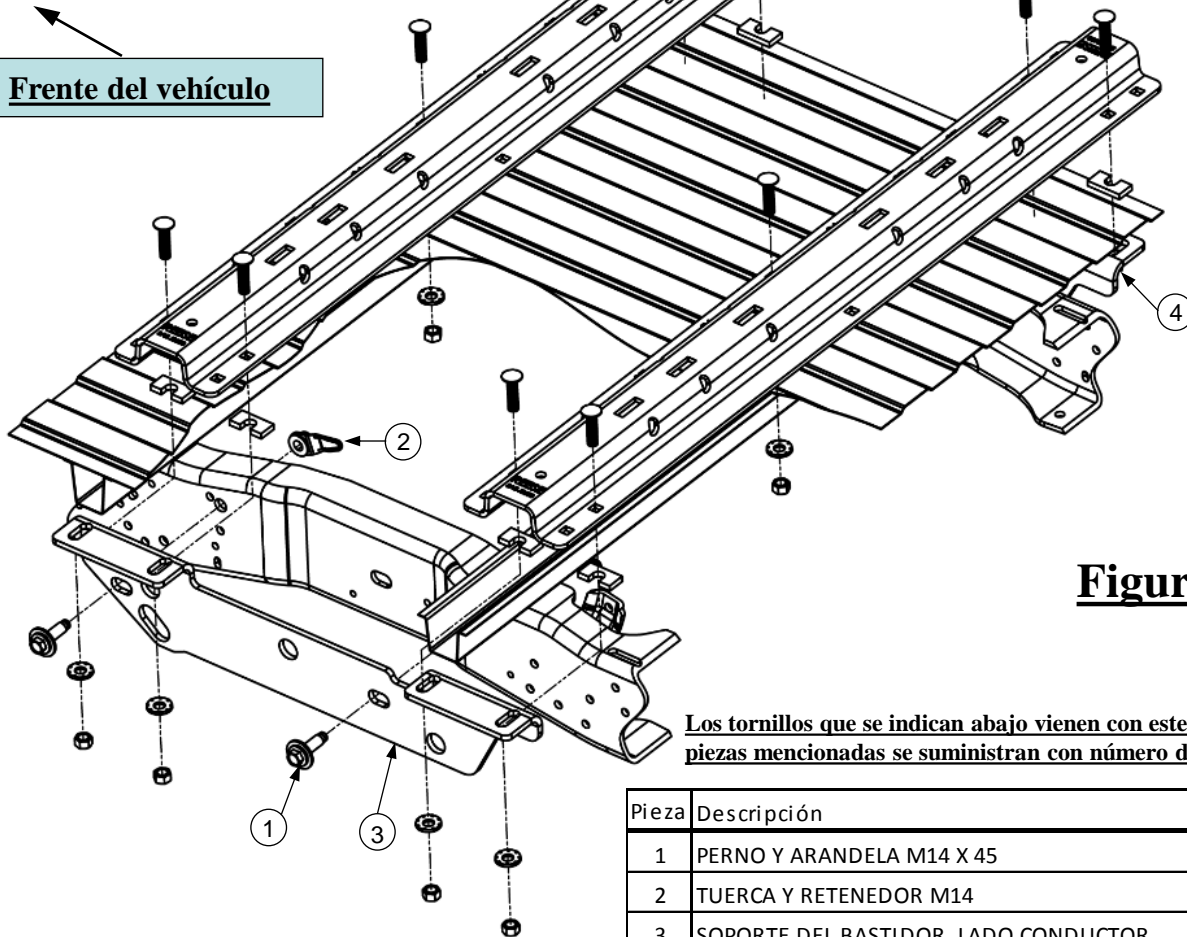
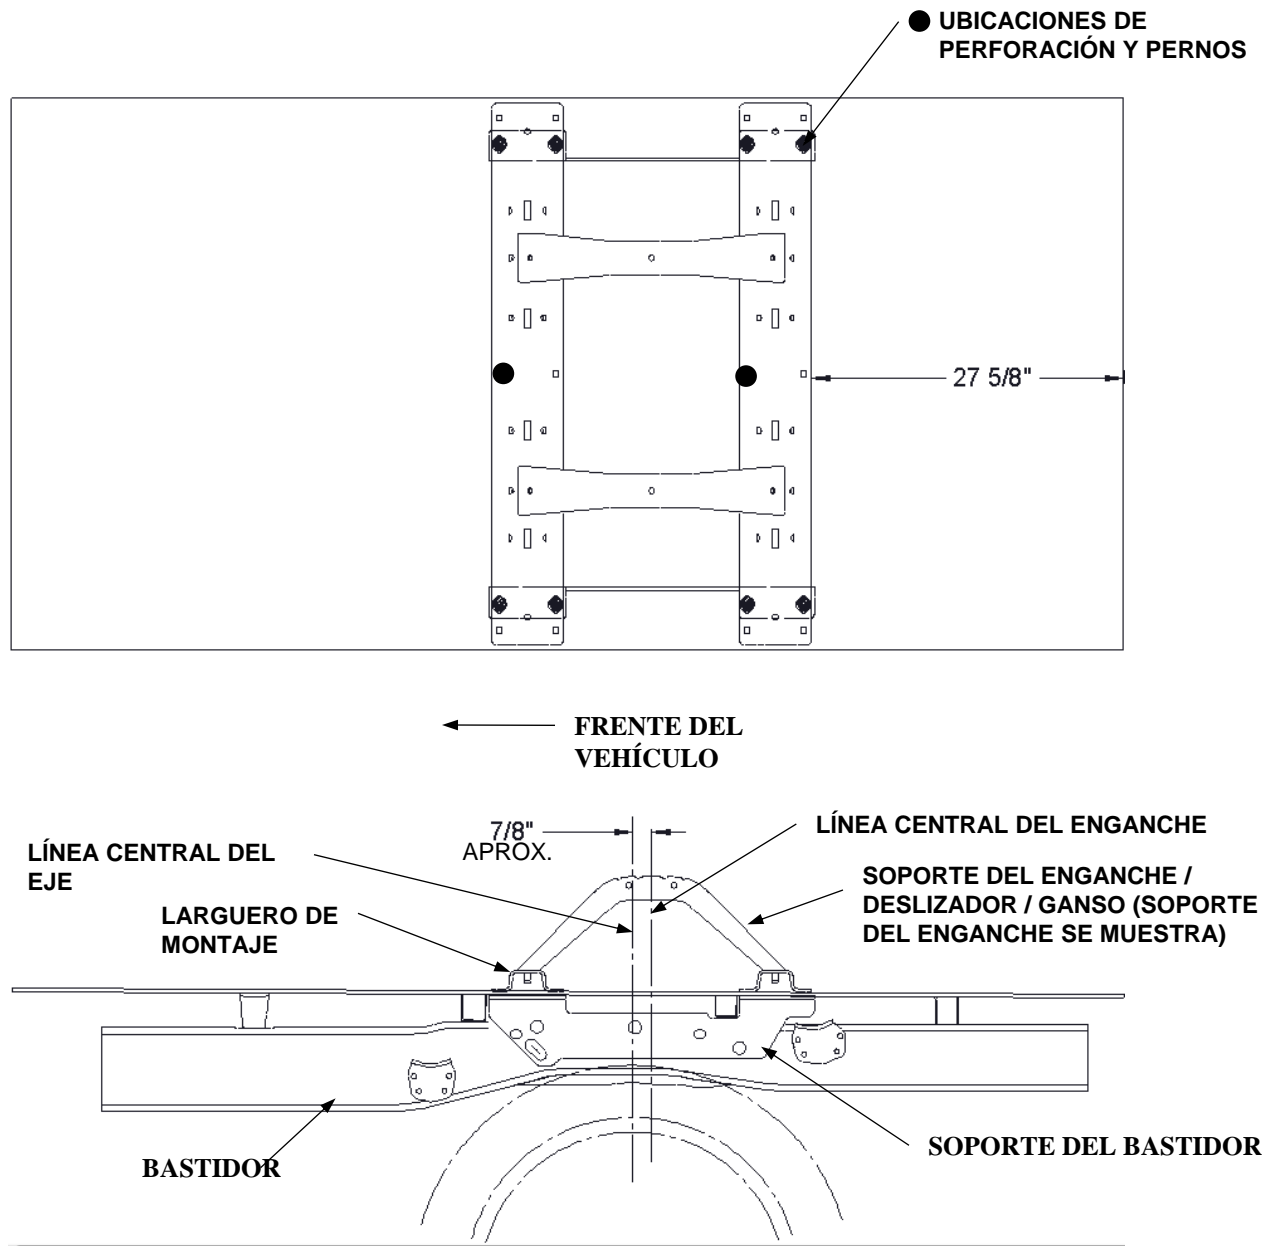

Figura 1
Figura 2
3. Coloque el larguero de montaje posterior en la base del vehículo. Usando la cinta de medir, centre el larguero entre las costuras de soldar a lo largo del piso del vehículo y la distancia correcta desde el borde posterior de la caja del vehículo como se ilustra en la Figura 2. Ver página 1 para instalar los soportes en los largueros y los soportes en el bastidor.
4. Marque y centre los orificios según la ilustración en la Figura 2. Mueva el larguero del camino y perforo cada posición con una broca de 1/8". **Advertencia: Al perforar los orificios tenga en cuenta los riesgos potenciales para los componentes del vehículo, como las líneas de freno y los tanques de combustible, y tome las medidas necesarias para protegerlos de daños.**
7. Sin apretar instale los soportes del bastidor alineando los soportes con orificios en el bastidor. Inserte un perno M14 y arandela (1) en las ranuras del soporte y a través de los orificios en el bastidor. Instale la tuerca M14 con retenedor (2) en el perno. Ajuste los pernos. No apriete.
9. Instale los pernos de carruaje de 1/2" x 2" de largo con los espaciadores en forma de U en el corrugado entre la caja y los largueros. **Nota:** El espaciador en forma de U tendrá que instalarse antes de insertar los pernos de carruaje de 1/2" a través del larguero de montaje y el piso de la caja. Esto asegura un contacto de metal a metal. Instale los pernos de carruaje en los extremos de los largueros con arandelas cónicas y tuercas según la Figura 1 y apriete hasta ajustar para impedir que el larguero de montaje se mueva. Instale el perno de carruaje en el centro con una arandela cónica y tuerca.